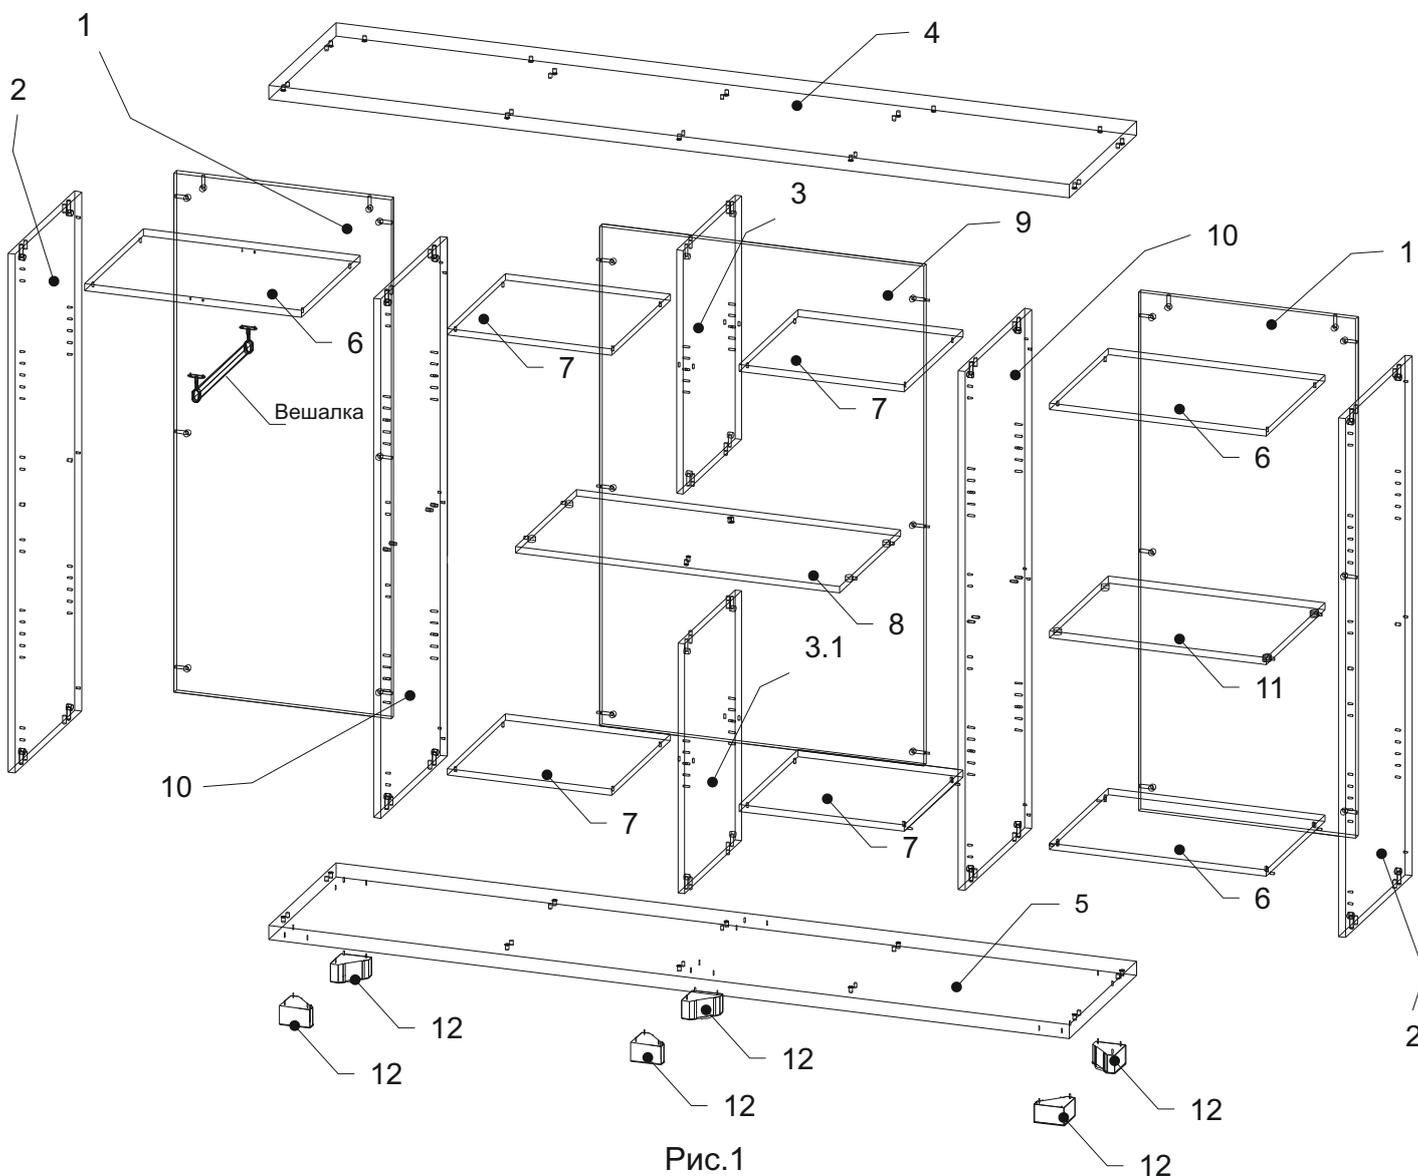

Рис.1
На рис.1 изображена схема шкафа с секцией гардероба слева.
- 1) Установка фурнитуры для крепления горизонталей относительно пункта 5 и рис.1 должна соответствовать дальнейшему расположению секций гардероба и стеллажа
- В предустановленные металлические муфты на деталях 4,5,8 вкрутить дюбели (14) по часовой стрелке до упора. В детали 2 вкрутить по 3шт. дюбели-саморезы (13) в отверстия диаметром 5 расположенные с задней стороны бока 2 (3 отверстия с краю вдоль длинной стороны). А в детали 10 аналогично деталям 2 с двух сторон.
- В одну из деталей 2,10 (на рис.1,3 правая перегородка и правый бок, относящаяся к секции с полками) в центральные отверстия диаметром 8 вбить пластиковые муфты 19 и вкрутить в них дюбели 18. Во вторую деталь 10 (на рис.1,3 левая перегородка относящаяся к секции гардероба) вбить с противоположной стороны от гардероба пластиковые муфты 19 и вкрутить в них дюбели 18.
- Прикрепить опоры 12 к детали 5 саморезами (22). Для крепления опор на нижней плоскости детали располагаются 18 сверлений диаметром 2,5мм.
- Соединить деталь 4 с деталями из пункта 4 и затянуть эксцентрики по часовой стрелке до упора. Закрыть эксцентрики (15) заглушками (17).
- В оставшиеся отверстия диаметром 8 на деталях 2,10 вставить заглушки (25).
- Установить полки 6,7 на нужной высоте на полкодержатели (21). Закрыть оставшиеся отверстия диаметром 5 заглушками (23).
- К полке 6 расположенной в гардеробной секции прикрепить вешалку (состоит из штанги (26) и штангодержателей (27)). Для крепежа использовать шуруп (28). В случае установки вешалки на деталь 4 без полки 6 прикрепить ответную планку (24) шурупами (28). Ответная планка служит упором для двери.